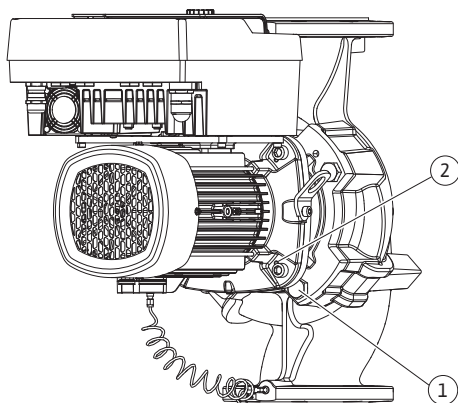

Fig. 111: Istiskivanje utičnoga kompleta putem provrta s navojem (ovisno o tipu pumpe)
23. Istisnite utični komplet s kućišta pumpe. Za to upotrijebite dva provrta s navojem (vidi Fig. 111, poz. 1).
33. Za istiskivanje utičnog kompleta iz kućišta pumpe upotrijebite dva susjedna provrta s navojem (Fig. 111, poz. 1) te postojeće ili odgovarajuće vijke osigurane na licu mjesta (npr. M10 x 25 mm).